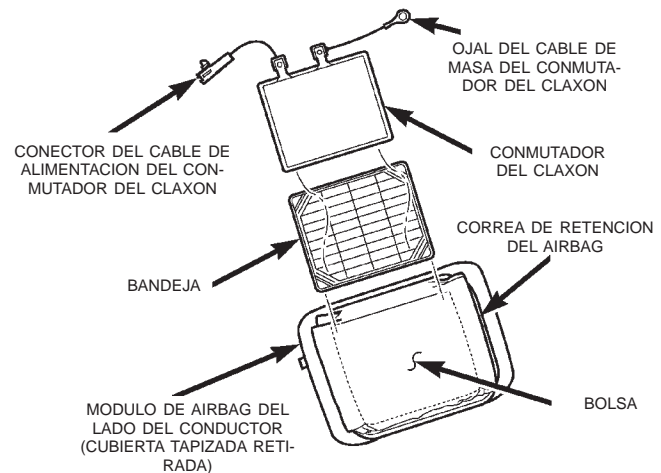

Fig. 2 Desmontaje e instalación del conmutador del claxon
(1) Desconecte y aisle el cable negativo de la batería.
(2) Retire la cubierta tapizada del módulo de airbag del lado del conductor. Para informarse sobre los procedimientos, consulte **Cubierta tapizada del módulo de airbag del lado del conductor** en la sección Desmontaje e instalación del grupo 8M, Sistemas de sujeción pasiva.
(3) Retire el conmutador del claxon y la bandeja como una unidad de la bolsa en la correa de retención del módulo de airbag del lado del conductor (Fig. 2).